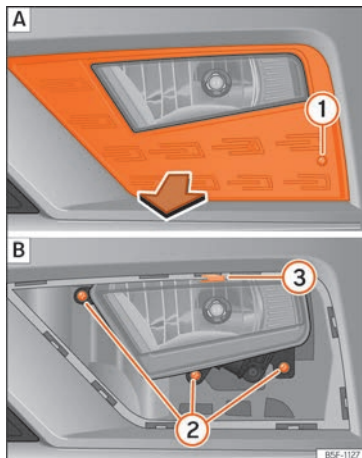
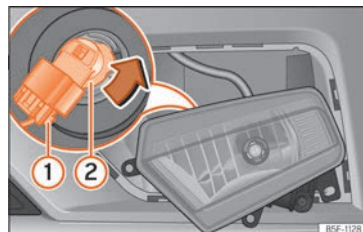

Abb. 61 Nebelscheinwerfer: Gitter herausziehen.
Abb. 62 Nebelscheinwerfer: Lampenhalter ausbauen
- Schraube »» **Abb. 61** ① **A** mit einem Schraubendreher aus der Blende des Nebelscheinwerfers herausschrauben und Blende herausziehen.
- Entfernen Sie die 3 Schrauben »» **Abb. 61** ② **B**.
- Ziehen Sie die Metallklammer an der Oberseite des Nebelscheinwerfers zur Außenseite des Fahrzeuges ab ③ **B** und entfernen Sie den Nebelscheinwerfer.
- Ziehen Sie den Stecker »» **Abb. 62** ① von der Lampe ab.
- Drehen Sie den Lampenträger ② nach links und ziehen Sie.